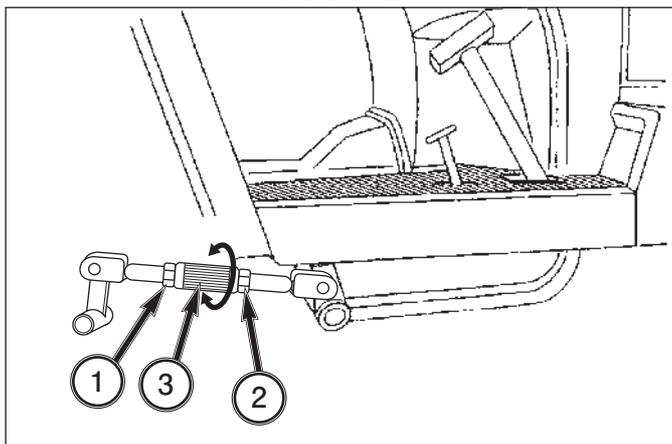

FIG. 6-33
**FIG. 6-33:** Desserrez l'écrou de blocage, 1 (filet droit) et l'écrou de blocage, 2 (filet gauche). Réglez le manchon, 3, pour obtenir la garde de pédale de frein correcte. Répétez la procédure pour l'autre frein afin que la garde soit égale pour les deux pédales. Serrez les écrous de blocage contre la manille. À la fin du réglage, solidarisez les pédales de frein et roulez à faible vitesse. Enfoncez les pédales de frein. Si le tracteur a tendance à tirer d'un côté, réajustez légèrement un frein de la manière requise. Assurez-vous que les écrous de blocage sont bien serrés à la fin du réglage. Vérifiez le fonctionnement des freins de stationnement après réglage.